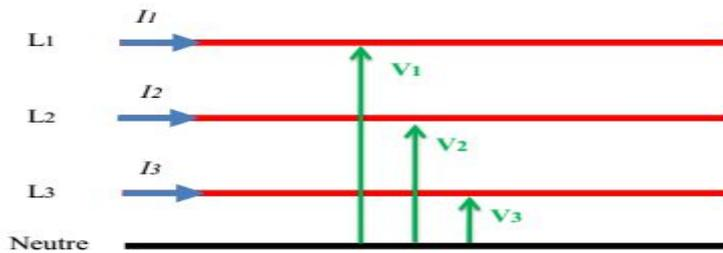

Figure 3.10 Tensions simple.
3.4.2 Tensions simples et composées Les tensions simples sont les tensions V_1 , V_2 et V_3 que l'on peut mesurer entre le neutre et chacune des trois phases ou lignes (L1, L2 et L3). Les trois tensions mesurées sont égales et valent **230 V** de valeur efficace en ce qui concerne la distribution domestique. La figure 3.10 représente les trois tensions simples.